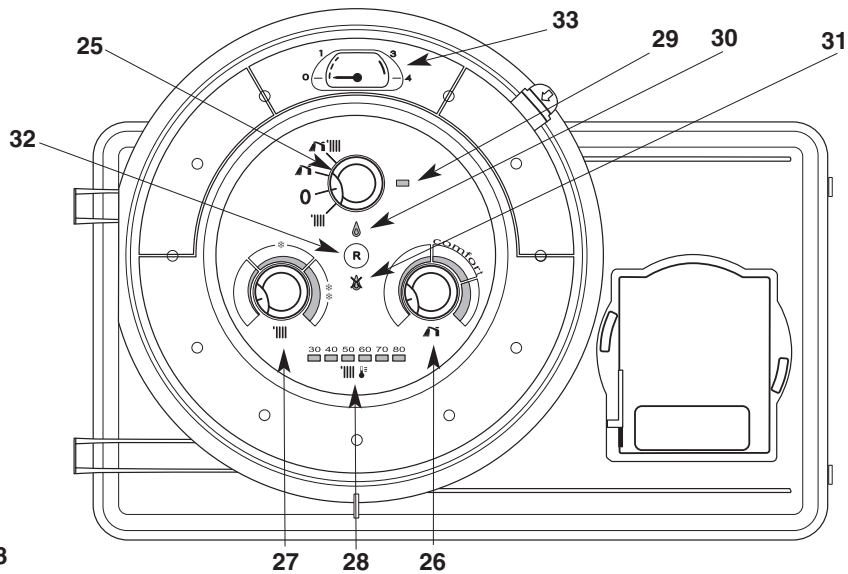

Fig. 18
- Placez le commutateur **25** (fig. 18) en position «   » voyant vert **29** allumé ; le voyant orange **30** (fig. 18) s'allume chaque fois que le brûleur entre en fonction. Pendant un puisage sanitaire, la fonction chauffage est interrompue.
Le bouton de réglage du chauffage **27** «  » (fig. 18) donne la possibilité d'ajuster la température de l'eau du circuit de chauffage en fonction des besoins saisonniers.
L'indicateur **28**  (fig. 18) affiche cette température.
- Placez le commutateur **25** (fig. 18) en position «  » voyant vert **29** allumé.
- Placez le commutateur **25** en position «**O**» le voyant vert **29** (fig. 18) reste allumé. Les fonctions hors gel de la chaudière restent actives. Dégommage de pompe et de vanne distributrice.
*Ne pas oublier de le rouvrir en début de saison de chauffage, lorsque l'on replace le commutateur **25** (fig. 18) en position «   ».*